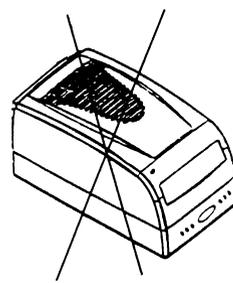

Рис. 16
6. Никогда не наклоняйте и не опрокидывайте (не переворачивайте) кондиционер. Если это произошло, тут же выдерните вилку из розетки и проверьте, а при необходимости и отремонтируйте устройство в сервисном центре (рис. 16).